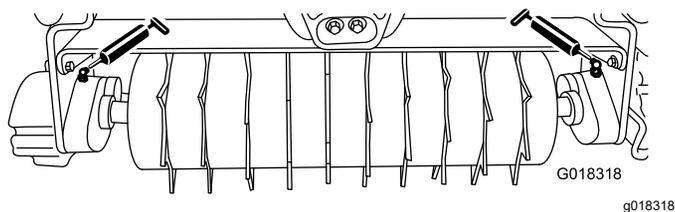

图 7
每运行 15 小时后使用 2 号锂基润滑脂润滑每个穿刺刀组上的 2 个黄油嘴图 7。如想获得最佳效果应使用手动操作的黄油枪。
2. 使用干净的抹布擦拭每个黄油嘴图 7。